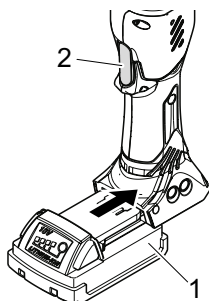

Fig. 6: Inserimento della batteria
3. Tenere premuto il pulsante START (Fig. 6/2) e reinserire la batteria (Fig. 6/1). I LED di stato lampeggiano in rosso.